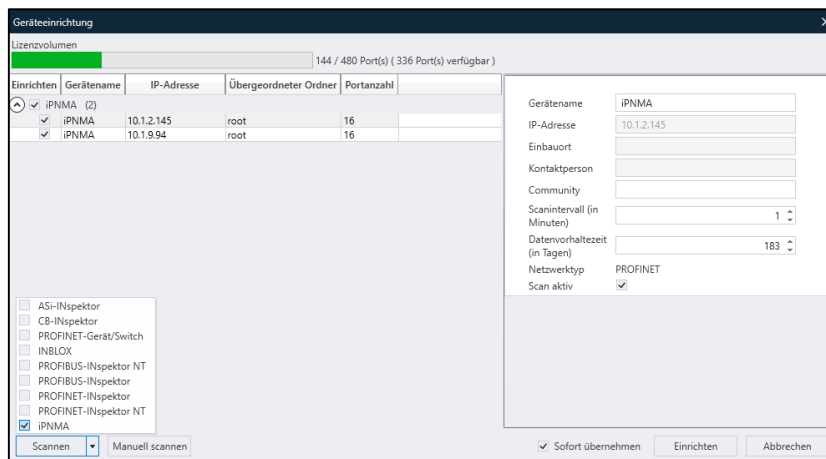

Abbildung 8: PROmanage NT, iPNMA scannen und einrichten
- Für den automatischen Scan den bei iPNMA auswählen und den Scan starten (siehe Abbildung 8)